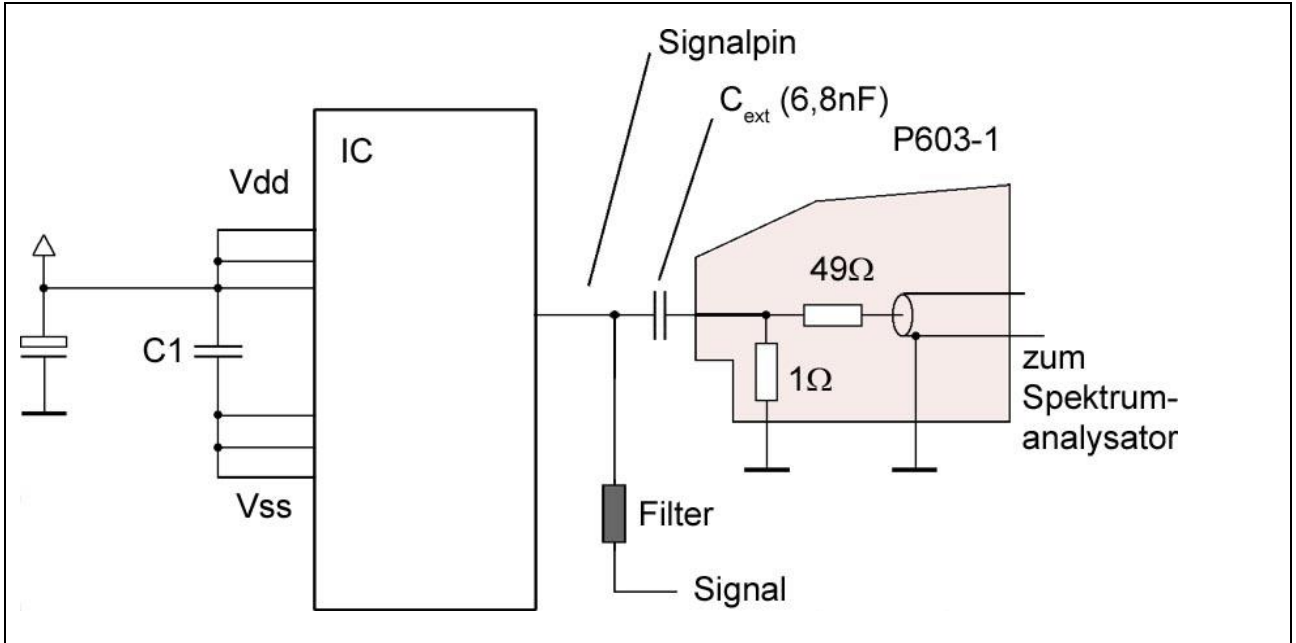

Bild 9: Probe P603-1, Strommessung an einem unter Funktion stehenden Signalpin
5. Strommessung (P603-1) an einem unter Funktion stehenden Signalpin (mit externer Kapazität), **Bild 9**
Für die Strommessung an Signalpins kann durch den externen Kondensator  $C_{ext}$  die Belastung des Signalpins durch die niedrige Impedanz der Probe (1 Ohm) vermindert werden (**Bild 9**).